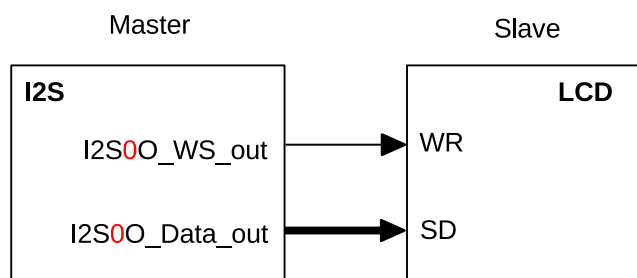

图 3-12. LCD 主机发送模式
如图 3-12 所示，在 LCD 主机发送模式下，LCD 的 WR 信号接 I2S 模块的 WS 信号，数据位宽度最大为 24 位，可以通过配置 `I2S_TX_BITS_MOD[5:0]` 寄存器选择 8/16/24 位并行输出模式。LCD 模式下，WS 时钟频率为：
2. 根据表 10 和图 3-12 的描述，配置信号管脚。